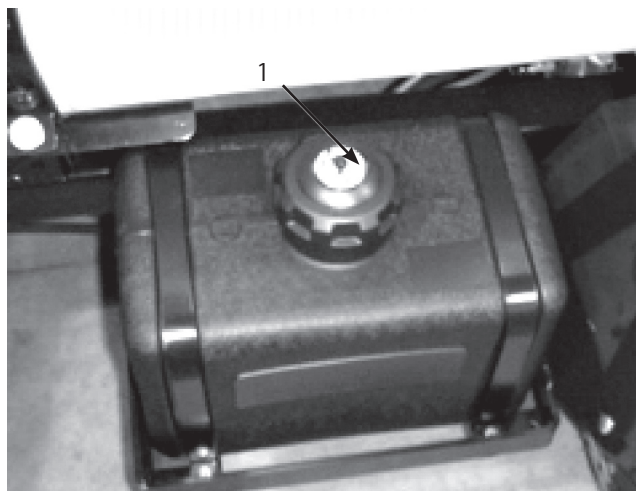

図7
2. 燃料タンクのキャップ (図7) の周囲をきれいに拭く。